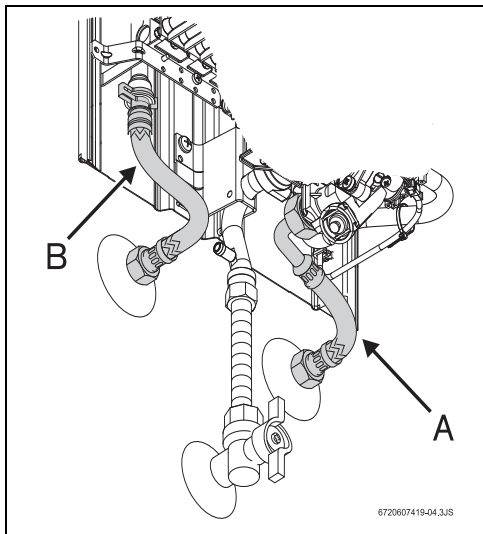

Fig. 10 Ligação da água
- ▶ Identificar a tubagem de água fria (Fig. 10, [A]) e de água quente (Fig. 10, [B]), de forma a evitar uma possível troca.